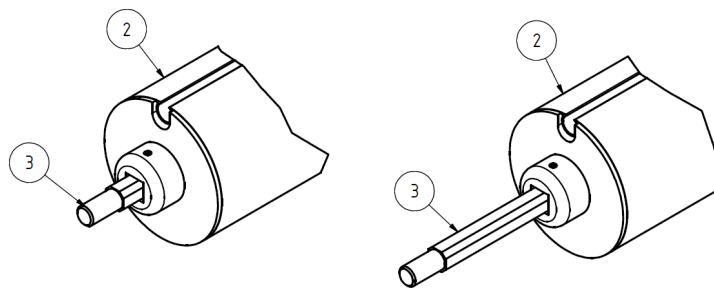

Abbildung 8: Bewegungsbereich des Bolzens der Walzenkapsel
Der Bolzen der Walzenkapsel (3) ist, wie in Abbildung 8 dargestellt, verschiebbar, wodurch sich Ungenauigkeiten im Abstand zwischen den Motorfangvorrichtungen ausgleichen lassen. Achten Sie dennoch darauf, den Bolzen so weit wie möglich in die Walzenkapsel einzuschieben. Dadurch wird die Langlebigkeit der Aufziehvorrichtung erhöht.